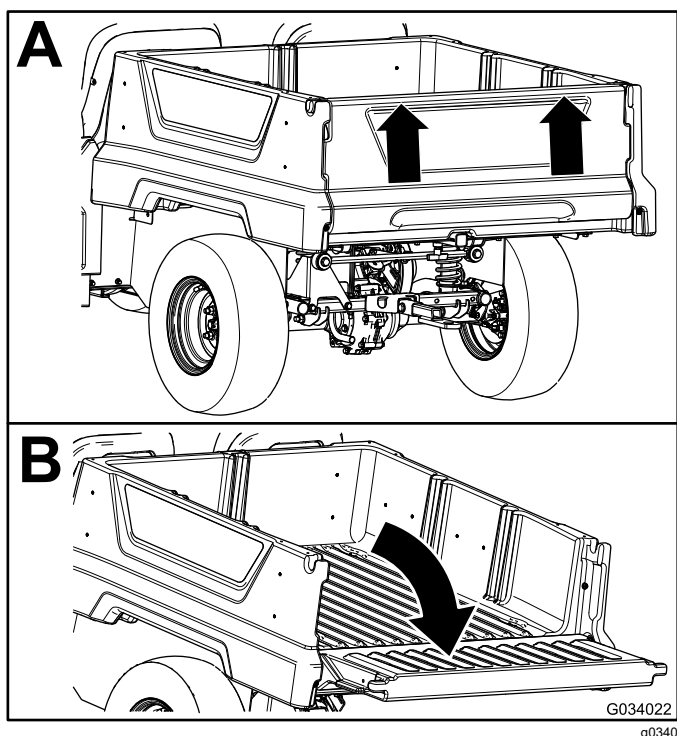

Рисунок 18
2. Двумя руками поднимите откидной борт, используя выступ около верхней части откидного борта (Рисунок 18).
3. Опустите откидной борт так, чтобы он был на одном уровне с дном грузового кузова (Рисунок 18).